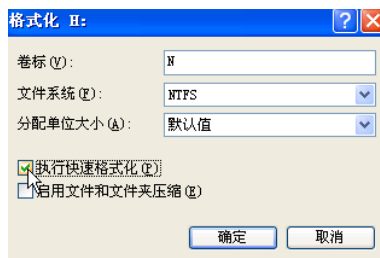

图 5-114 格式化为 NTFS
(1) 我们将第一个硬盘的第二个分区格式化为 NTFS，如图 5-114 所示。